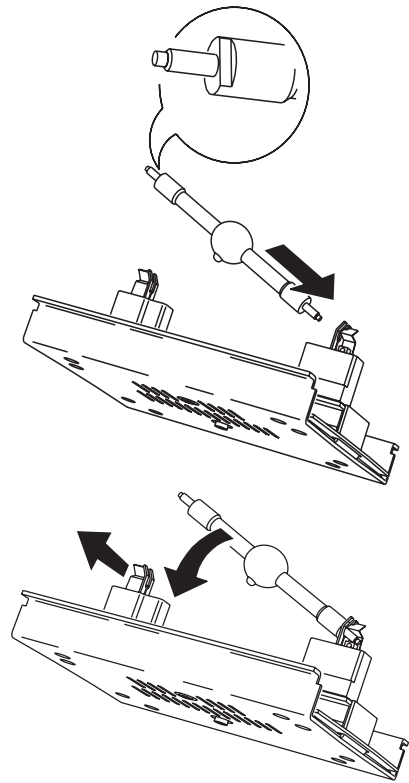

Figure 6: Inserción de la lámpara
Los soportes de la lámpara disponen de una llaves especialmente diseñadas para asegurar una instalación apropiada (Figure 6). No utilizar lámparas HSI 1200 W/S en bases que no dispongan de llaves SFC 10-4.
- 4 Ver Figure 6. Con la protuberancia del bulbo hacia atrás, insertar el extremo derecho de la nueva lámpara en la base. Levantar el muelle de la izquierda y situar el otro extremo de la lámpara en su sitio.